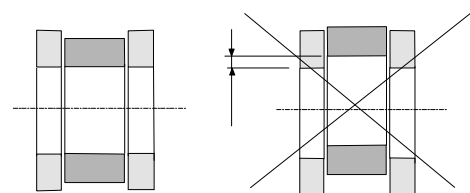

Fig. 1
- 1.2 Sentrer bolthullet. Midtleddet skal «flukte» med innfestningen på hver side (se fig.1). Bruk jekk eller taljer om nødvendig.